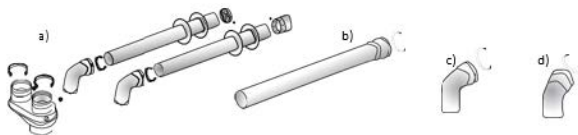

Рисунок 16
1. Набор труб для раздельного подключения воздухохода и дымохода $\varnothing 80 \times 80$ мм (Рисунок 16а)
2. Трубы наращивания длины 500 мм / 1000 мм $\varnothing 80 \times 80$ мм (Рисунок 16б)
3. Колено 90° $\varnothing 80 \times 80$ мм (Рисунок 16с)
4. Колено 45° $\varnothing 80 \times 80$ мм (Рисунок 16д)